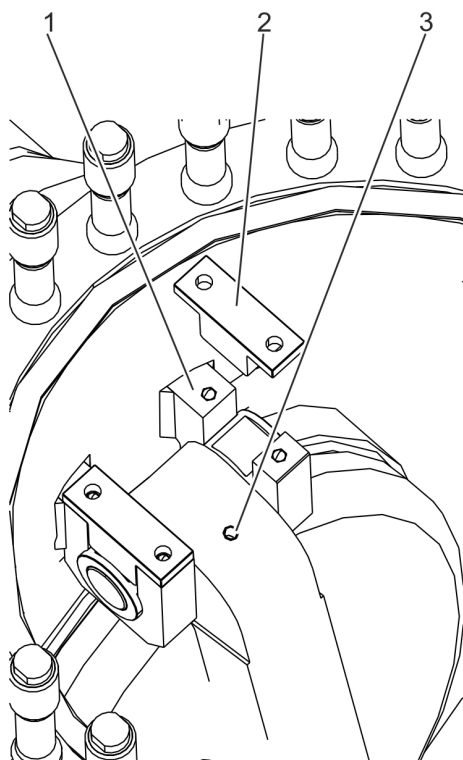

Fig. 25: Montage des supports
4. ➤ Dévisser l'anneau de levage de l'alésage (Fig. 25/3) dans le levier à dalles.
5. ➤ Placer les supports (Fig. 25/2) sur les pièces de maintien (Fig. 25/1).